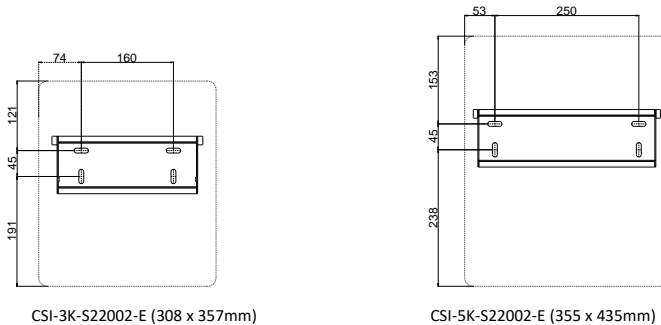

FIG.6-6 Posiciones de perforación
1) Utilice el soporte de montaje en pared como plantilla y marque las posiciones de los orificios de perforación, luego 4 orificios en consecuencia, según la FIG. 6-6. (Diámetro = 11 mm, Profundidad > 55 mm).
Nota: Las dimensiones externas (W x H) de los inversores se muestran como una línea de trazos en la FIG. 6-6.